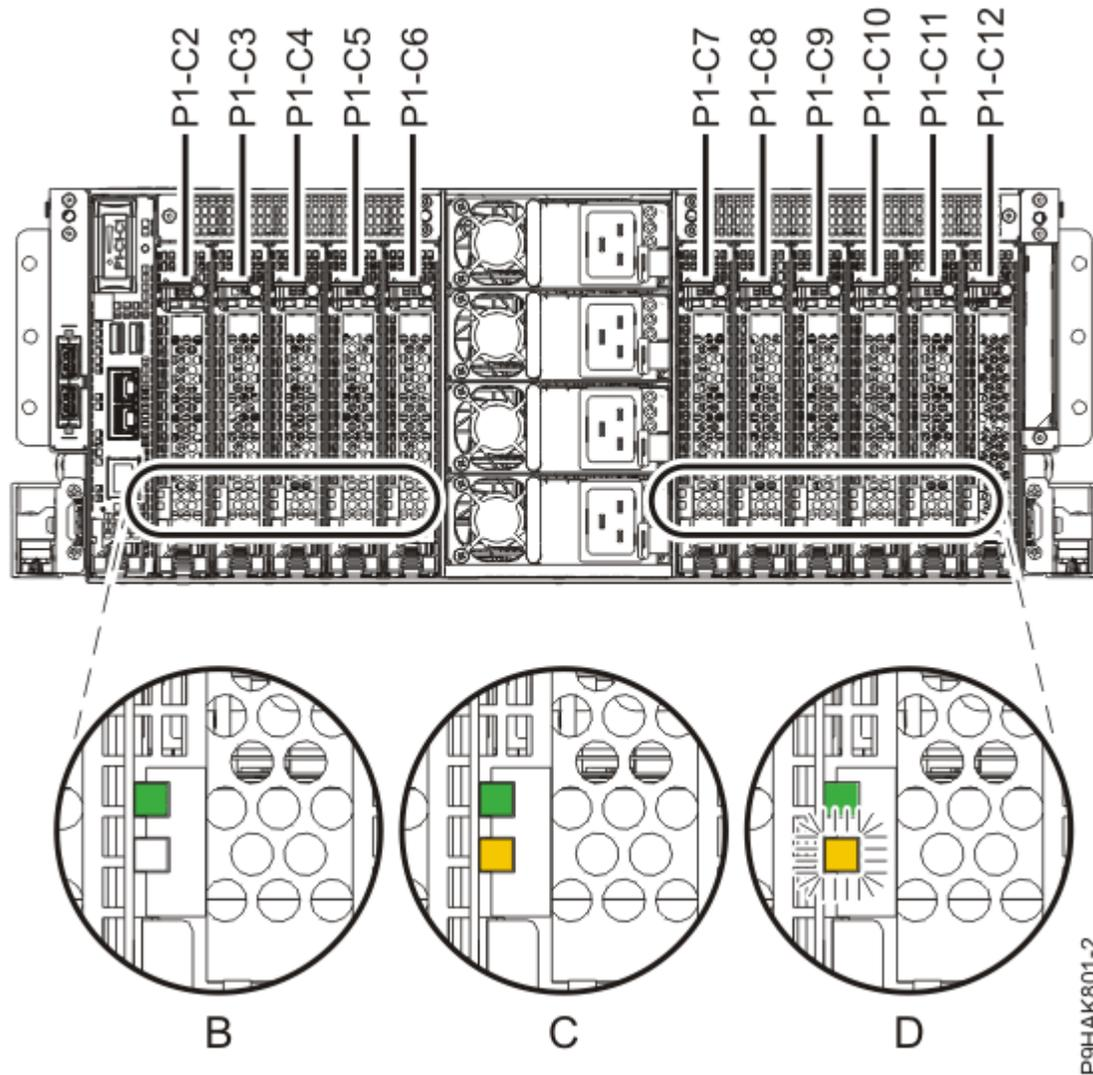

Figura 26. Localizações das ranhuras de adaptadores e LEDs num sistema 9040-MR9
2. Reveja a localização das ranhuras de adaptador e os indicadores de assistência para o adaptador nas quais pretende prestar assistência. Os adaptadores estão instalados na parte posterior do sistema. A Figura 26 na página 40 apresenta as localizações dos adaptadores num sistema 9040-MR9 e as localizações dos díodos emissores de luz (LEDs) para o adaptador.